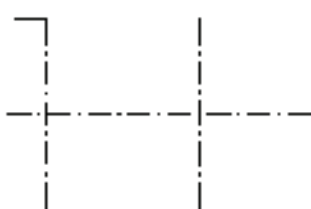

图 8-122 绘制边界线
- 1) 绘制边界线。将“实体层”设置为当前层。单击“绘图”工具栏中的“直线”按钮, 利用“FROM”选项绘制两条直线, 结果如图 8-122 所示。命令行提示与操作如下。